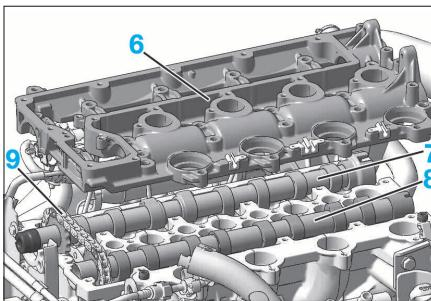
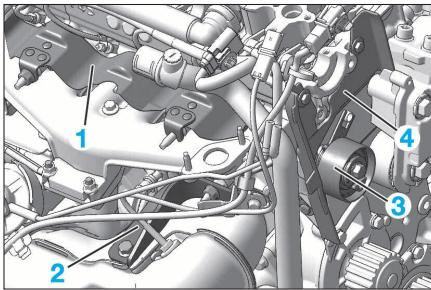

FIG. 59
FIG. 60
- Déposer (Fig.59) :
- le carter chapeau de paliers d'arbres à cames (6)
- les arbres à cames (7) et (8)
- la chaîne de distribution (9)
- Déposer (Fig.60) :
- l'écran thermique (1)
- le support de pré-catalyseur (2)
- le galet tendeur dynamique (3) de distribution
- le carter de distribution arrière (4)